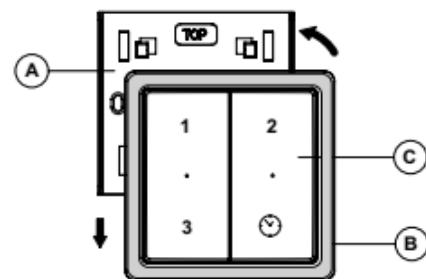

Fig. 6.
3. Posizionare l'interruttore wireless con la cornice a circa 5 mm sopra la piastra di sicurezza A e portarlo verso il basso, fino a quando non si bloccherà nelle scanalature della piastra. (fig.6)